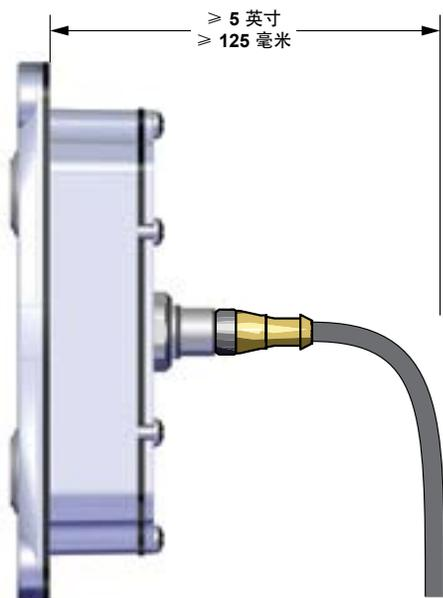

图 25
4. 确保面板开口背面有至少 5 英寸（125 毫米）的空间，以为线缆提供足够的弯曲空间（图 25）。